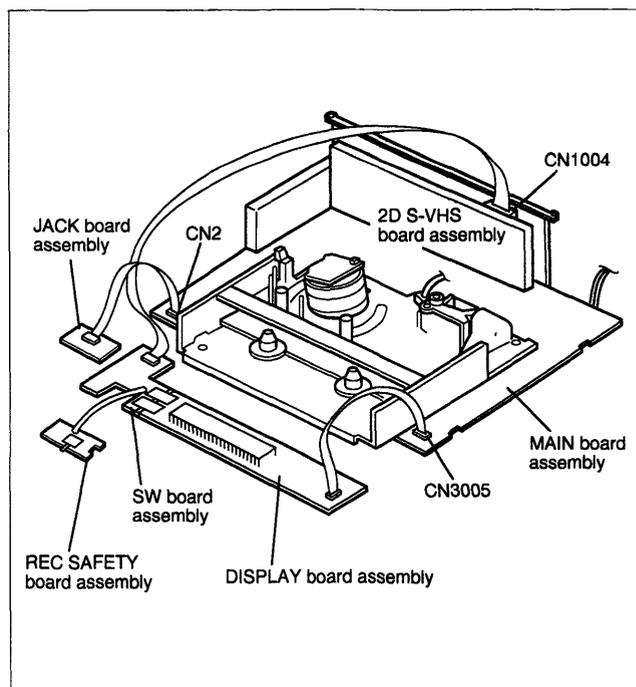

Fig. 1-4-3
- (7) Remova o Painel Display (DISPLAY Board Assembly), o Painel Teclado (SW Board Assembly), e o Painel da Chave de Segurança de Gravação (REC SAFETY Assembly) e o Painel de Conexões Frontais (JACK Board Assembly) (Ver a página 3 MÉTODO DE MONTAGEM E DESMONTAGEM) Coloque-os a frente do Mecanismo e Painel Principal (MAIN board assembly) que foram removido no passo (6), então conecte os cabos aos conectores CN2 e CN3005 do Painel Principal e CN1004 do Painel 2D S-VHS (Veja Fig 1-4-3)
- (8) Conecte o cabo de rede a um transformador de isolamento, e eleve o compartimento cassete (Antes de ligar esteja seguro que nada possa provocar um curto circuito).
1.4.3 Carregamento cassete e ejeção na "POSIÇÃO DE SERVIÇO" (Veja Fig. 1-4-3).
- (1) Insira uma fita cassete a meio curso no compartimento cassete
- (2) Acione a chave de segurança de gravação.
- (3) Solte a chave de segurança de gravação logo após o carregamento se iniciar
- (4) Após seguir o procedimento acima, as operações desejadas (gravação, reprodução, avanço, retrocesso, etc.) estarão disponíveis (Ver Fig. 1-4-3)
- (5) Para ejetar, não é necessário acionar a chave do painel de chave de segurança de gravação. Certifique-se que o aparelho esteja com a frente para cima antes de ejetar.
- Quando executar a reprodução de fita ou executar o sistema de diagnóstico de gravação na Posição de Serviço, coloque a unidade para reproduzir ou gravar antes de virá-lo. Não modifique o modo quando executando diagnóstico. Certifique-se que a parte frontal do aparelho esteja para cima quando chavear o modo. (Ver Fig. 1-4-3)